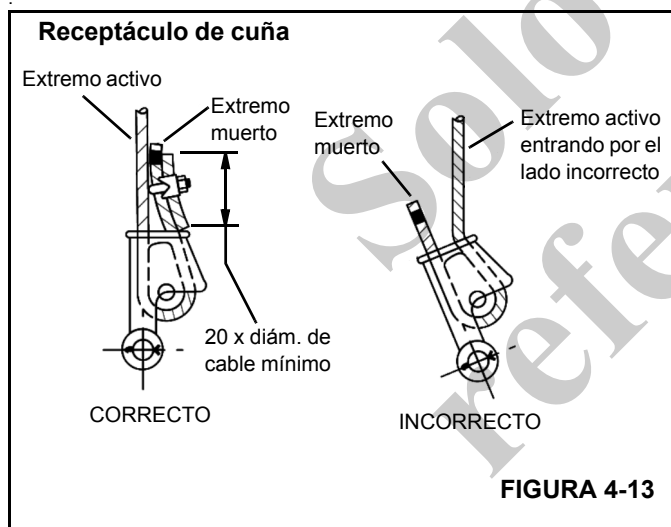

FIGURA 4-13
3. Verifique que el extremo activo (Figura 4-13) del cable quede directamente en línea con las orejetas del receptáculo y con la dirección de la tracción que se aplicará al cable. Si el cable se instala de modo incorrecto en el receptáculo, se producirá un doblez en el punto que el cable sale del receptáculo, y el borde del receptáculo desgastará el cable, causándole daños y la falla eventual del mismo.
4. Inserte el extremo del cable en el receptáculo, forme un lazo con el cable y devuelva el cable a través del receptáculo, permitiendo que el extremo muerto (Figura 4-13) sobresalga del receptáculo. Verifique que el extremo muerto del cable tenga un largo suficiente para aplicarle un dispositivo de terminación al extremo después de haber asentado la cuña.